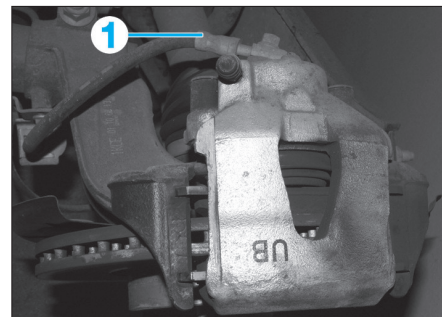

Fig. 6
- Débrancher le flexible (1) d'alimentation de l'étrier de frein (Fig.6).